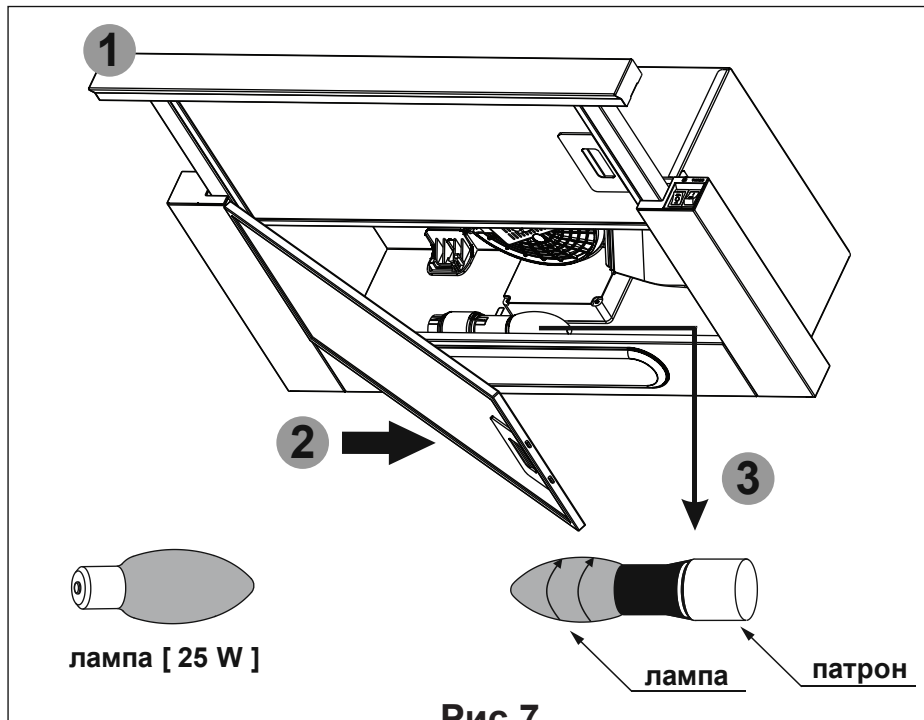

Рис.7
**8.9** На вытяжке установлена лампа накаливания для подсветки рабочей зоны плиты. Перед началом замены лампы освещения необходимо отключить вытяжку от электросети, дать возможность охладеть лампе. Для замены лампы необходимо вытянуть шухляду выдвижную **1**, снять алюминиевый фильтр **2**, удерживая держатель патрона, слегка надавить на лампу **3** в направлении патрона и, повернув против часовой стрелки, вынуть из корпуса вытяжки (**рис.7**).